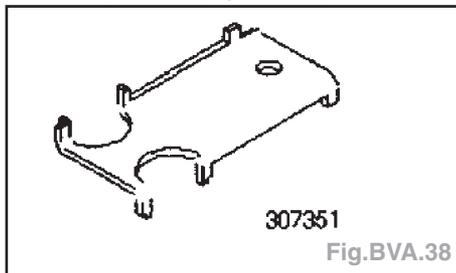

Fig.BVA.38
- Outils spéciaux (Fig.BVA.38) :